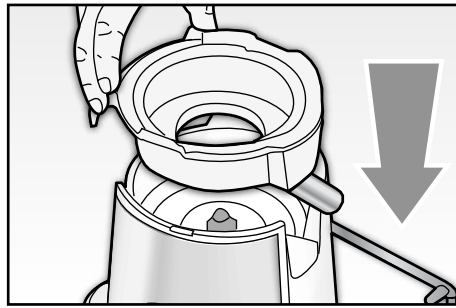

Fig. 2
- Collocare la base motore (F) su di una superficie stabile e in piano. Assicurarsi che la superficie sia facilmente pulibile.
- Collocare il portafiltro (C) sulla base (F). Controllare che l'erogatore (D) si adatti alla rientranza (Fig. 2).